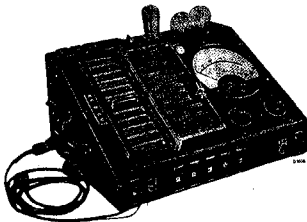

Fig. 5
2. Een outputindicator; het universeel meetapparaat 4256, zie fig. 5 of het aanpassingskastje G.M. 2295 met een gevoelig gelijkstroom instrument.
Het storingzoeken wordt ten eerste vergemakkelijkt door gebruik te maken van het Universeel Meetapparaat, aangegeven in fig. 5, zoodat dan de fouten volgens het „Point to Point” systeem gezocht kunnen worden. De meest voorkomende storingen zijn sluitingen in de bedrading en onderbreking in soldeerlasschen. Deze worden aangegeven als C... en R... kortgesloten of onderbroken. Probeer, alvorens een en ander los te solderen, of te demonteeren, eerst door metingen de oorzaak der storing te bepalen. Het is aan te bevelen om een apparaat, dat volgens opgave defect is, waarin echter geen fout gevonden wordt, gedurende eenige uren onder controle te laten staan en te observeren, zoodat men, wanneer de fout optreedt, deze gemakkelijk kan localiseeren. De handleiding is natuurlijk niet compleet, daar zich combinatiegevallen voor kunnen doen. Wordt een apparaat in reparatie gegeven, dan is de gang der bewerking bij voorkeur de volgende: